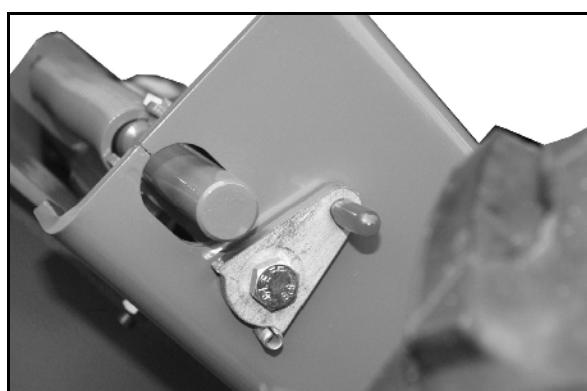

Рис. 23
1. Установите шаровой кран (Рис. 23/1) в положение B.
3. Установите стопорный рычаг соответствующим образом (см. Рис. 23).